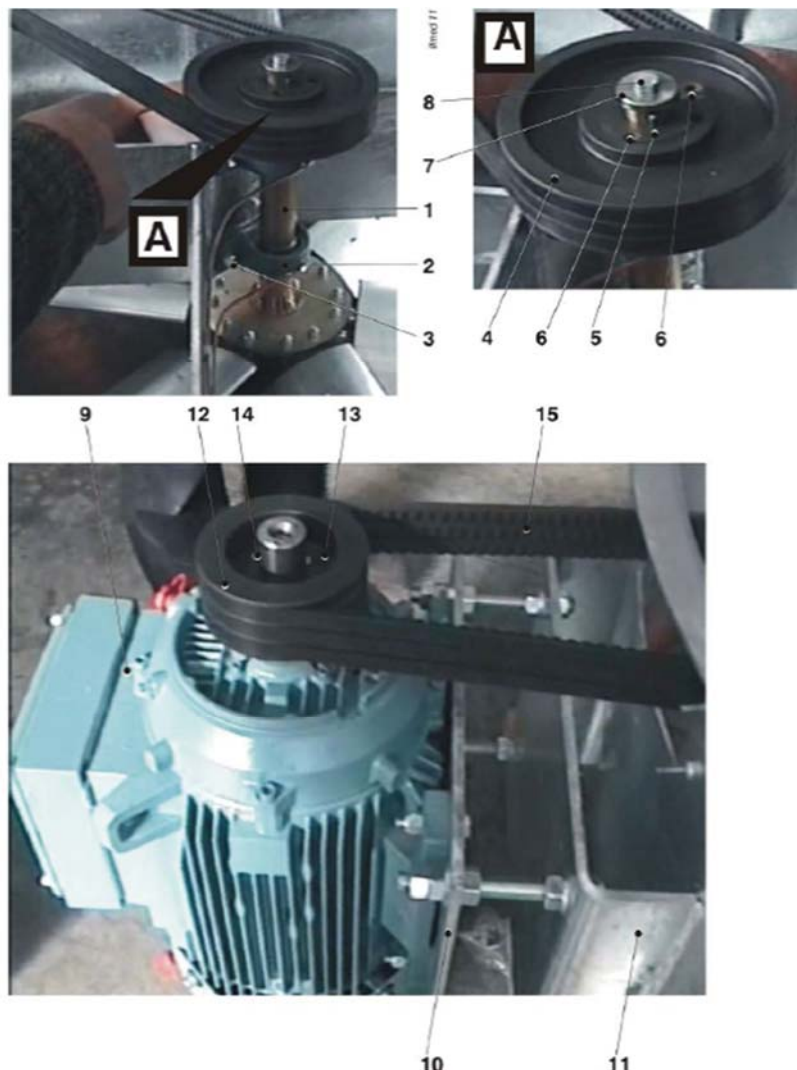

Figura 2-3: Montaggio della girante per i ventilatori dei modelli GFF-01 / GFF-04 / TFF-09 / TFF-12.
1. Installare l'albero di trasmissione (1, Figura 2-3) all'interno dei due supporti a cuscinetto (2), fissandoli ciascuno con la rispettiva coppia di viti e rondelle (3). In caso il gruppo sia stato fornito con MONOBLOCCO, installare lo stesso, facendo attenzione a rispettare le indicazioni riportate sullo stesso per quanto concerne le indicazioni di “lato puleggia” e “lato girante”.